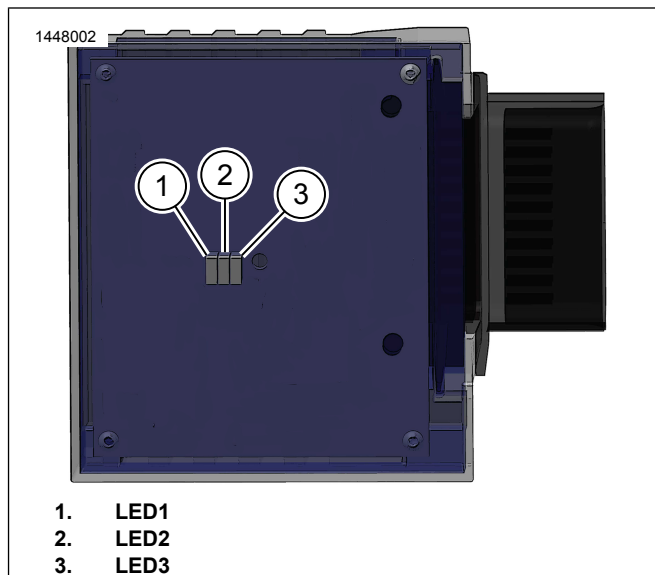

Figura 7. LED-uri RIO
b. Consultați Figura 7 și Tabelul 1 pentru detalii cu privire la codurile de eveniment. Mai multe evenimente sunt interconectate.